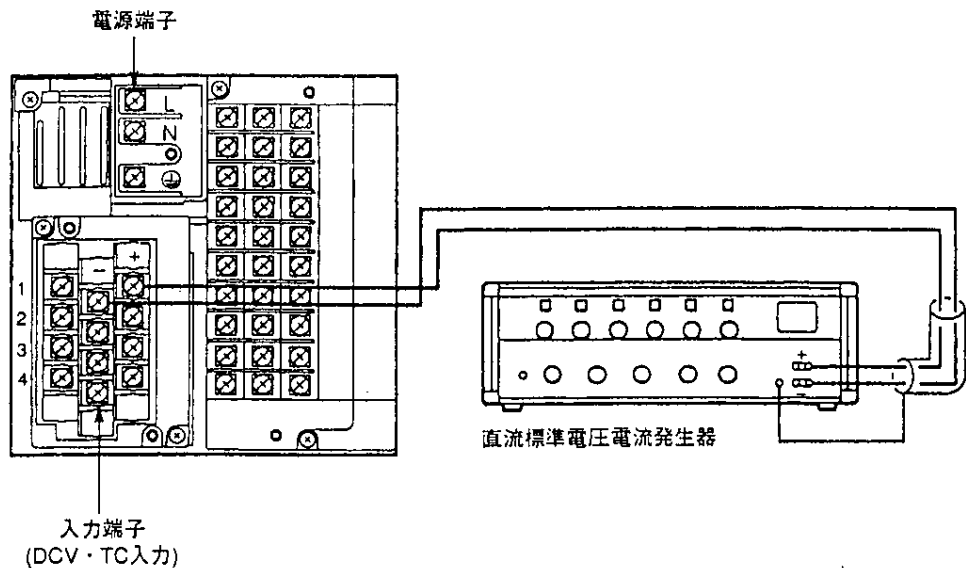

図11.4
- (1) 図11.4～図11.6のように配線し、各機器を十分ウォームアップします(SBR-EY100のウォームアップ時間は30分以上です)。
- (2) 周囲温度、湿度等が正常動作条件内にあることを確認します(10章参照)。
- (3) 設定入力レンジ上の0, 50, 100%の各点に対し、それぞれ相当する入力を加え、測定値との差から誤差を求めます。